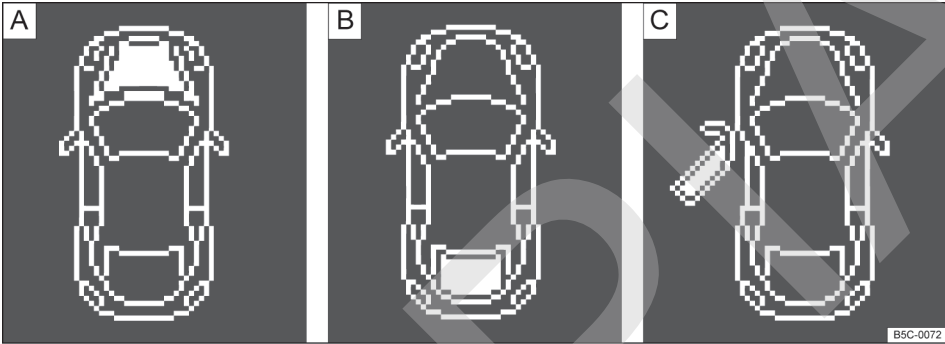

Fig. 14 En la pantalla del cuadro de instrumentos: indicaciones sobre el estado del capó del motor, del portón del maletero y de las puertas.
Legenda de la fig. 14
- Puerta, capó del motor y portón del maletero abiertos → fig. 14